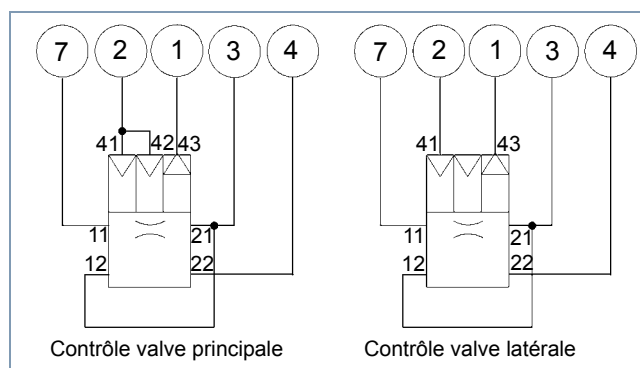

Fig. 2 Schémas de raccordement du banc d'essai 435 197 000 0
- Raccorder l'appareil aux raccords du banc d'essai (voir fig. 2) ou selon le schéma de contrôle.